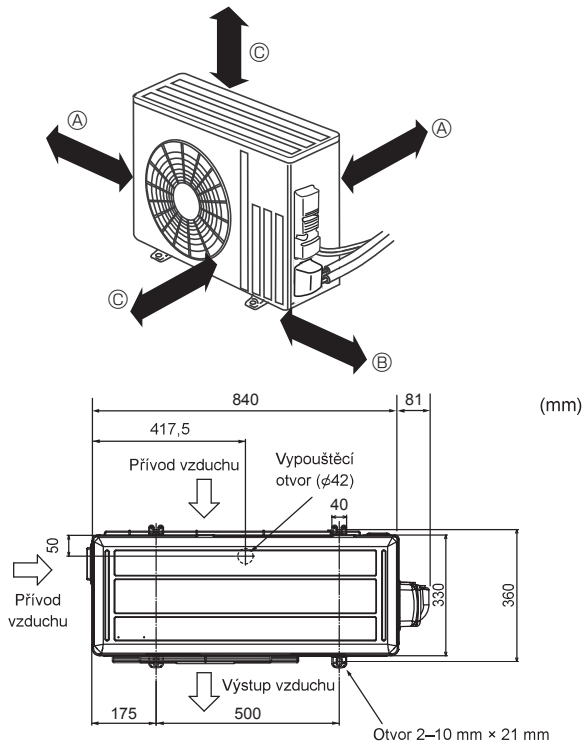

Fig. 3-1
3.1. Venkovní jednotka (Fig. 3-1)